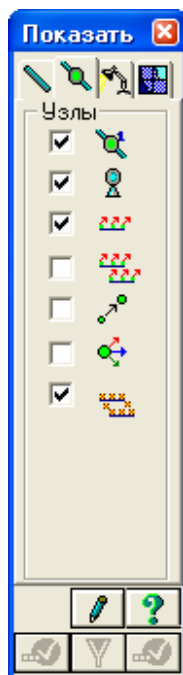

Рис.11.5. Диалоговое окно **Показать**
- В диалоговом окне **Показать** (рис.11.5) перейдите на вторую закладку **Узлы** и установите флажок **Номера узлов**.